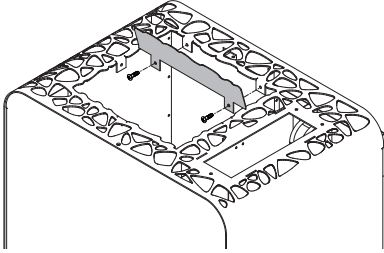

Abb. 4
- Befestigen Sie das beiliegende Strahlblech wie in Abb. 4 dargestellt. Hierzu die beiden Schrauben in der Abdeckung zuerst lösen und anschließend wieder mit diesen befestigen.